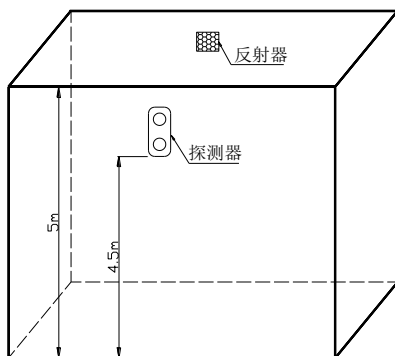

图 4 探测器和反射器安装示意图
- a) 建筑物举架 $\leq 5\text{m}$ 时，应将探测器和反射器安装在距天花板 0.5m 处的相对两墙墙壁上，如图 4 所示。